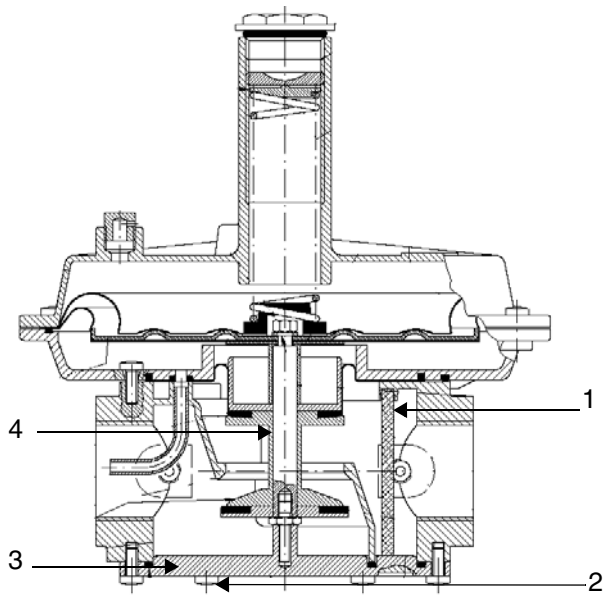
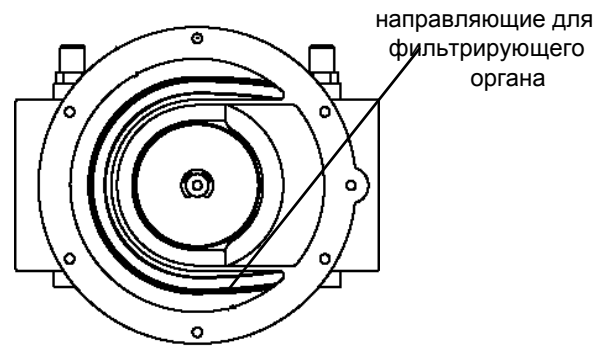

Рис. 36 - резьбовой корпус
Рис. 37
Чтобы проверить состояние фильтрующего органа (1) на **резьбовых корпусах** ( см Рис. 36):
- снять нижнюю крышку, открутив крепежные винты (2);
- отсоединить фильтрующий орган (1), почистить его с водой и мылом, продуть его сжатым воздухом и заменить, если необходимо;
- установить в первоначальное положение, убедившись, что он ложится на соответствующие направляющие (как на Рис. 37);